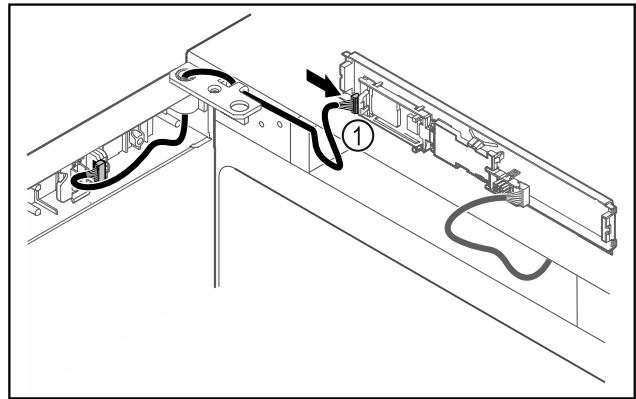

Fig. 44
- Připojte zástrčku Fig. 44 (1) na desku.